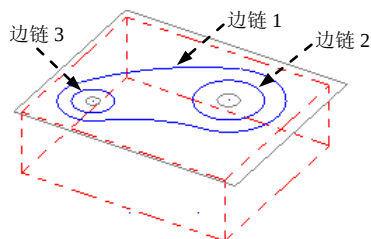

图 4.8.23 定义区域
Step2. 设置加工区域。在图形区中依次选择图 4.8.23 所示的三条边线链，单击 按钮，完成加工区域的设置，同时系统弹出“2D 刀路-挖槽”对话框。